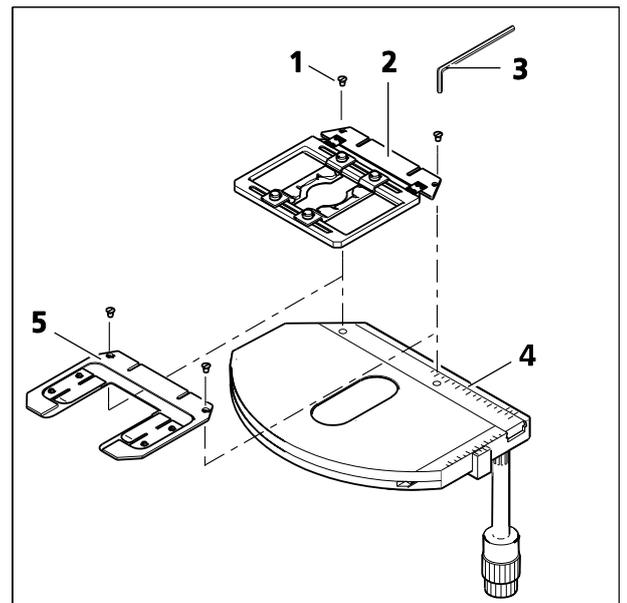

图 3-16 更换通用安装架
- 用艾伦内六角扳手（宽度 A/F 2）（图 3-16/3）拧开两颗埋头螺钉（图 3-16/1）。
- 将通用安装架（图 3-16/2）抬起并从机械载物台（图 3-16/4）上卸下。
- 将所需的安装架或样品夹（图 3-16/5）置于机械载物台上，然后使用两颗埋头螺钉向下拧紧。